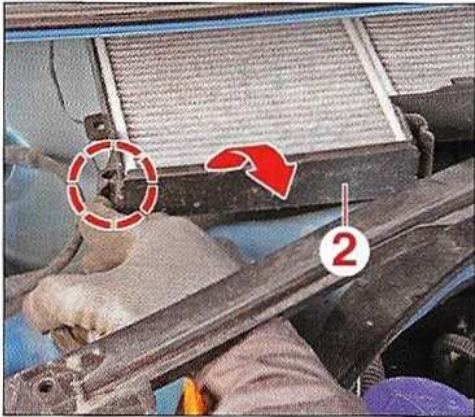

FIG.2
- Par l'ouverture de la trappe d'accès (1), dégrafer le couvercle (2) puis le rabattre (Fig.2).